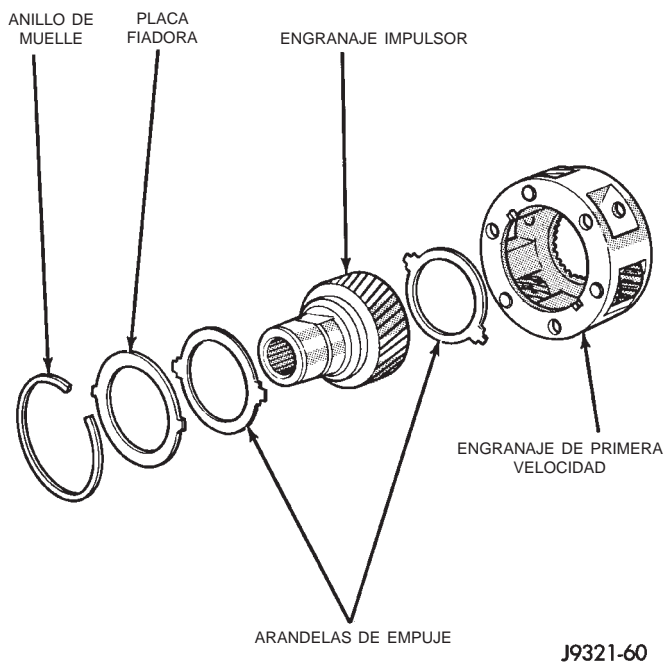

Fig. 56 Componentes del engranaje impulsor y de primera velocidad
(1) Lubrique los engranajes y las arandelas de empuje (Fig. 56) con el líquido de transmisión recomendado.
(2) Instale la primera arandela de empuje en el engranaje de primera velocidad (Fig. 56). Asegúrese de que las lengüetas de la arandela estén correctamente alineadas en las escotaduras de los engranajes.